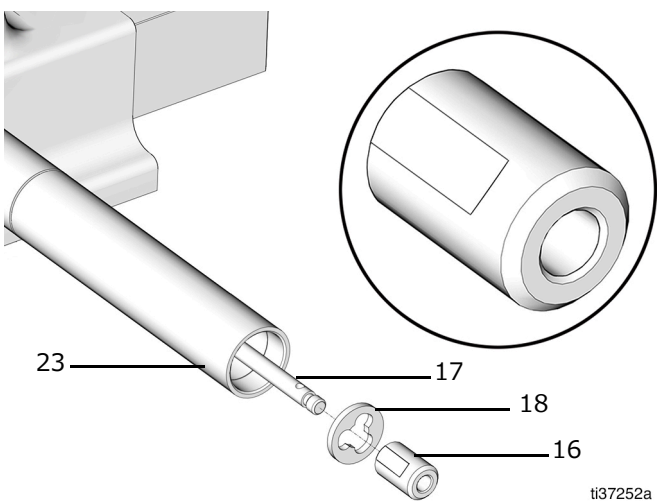

図 62
18. スペーサー (18) を固定されるまで下ポンプチューブ (23) の中に配置します (図 62)。
19. ノッチを上に向けた状態でシャトルバルブ (16) をシャベルロッド (17) に取り付けます (図 62)。